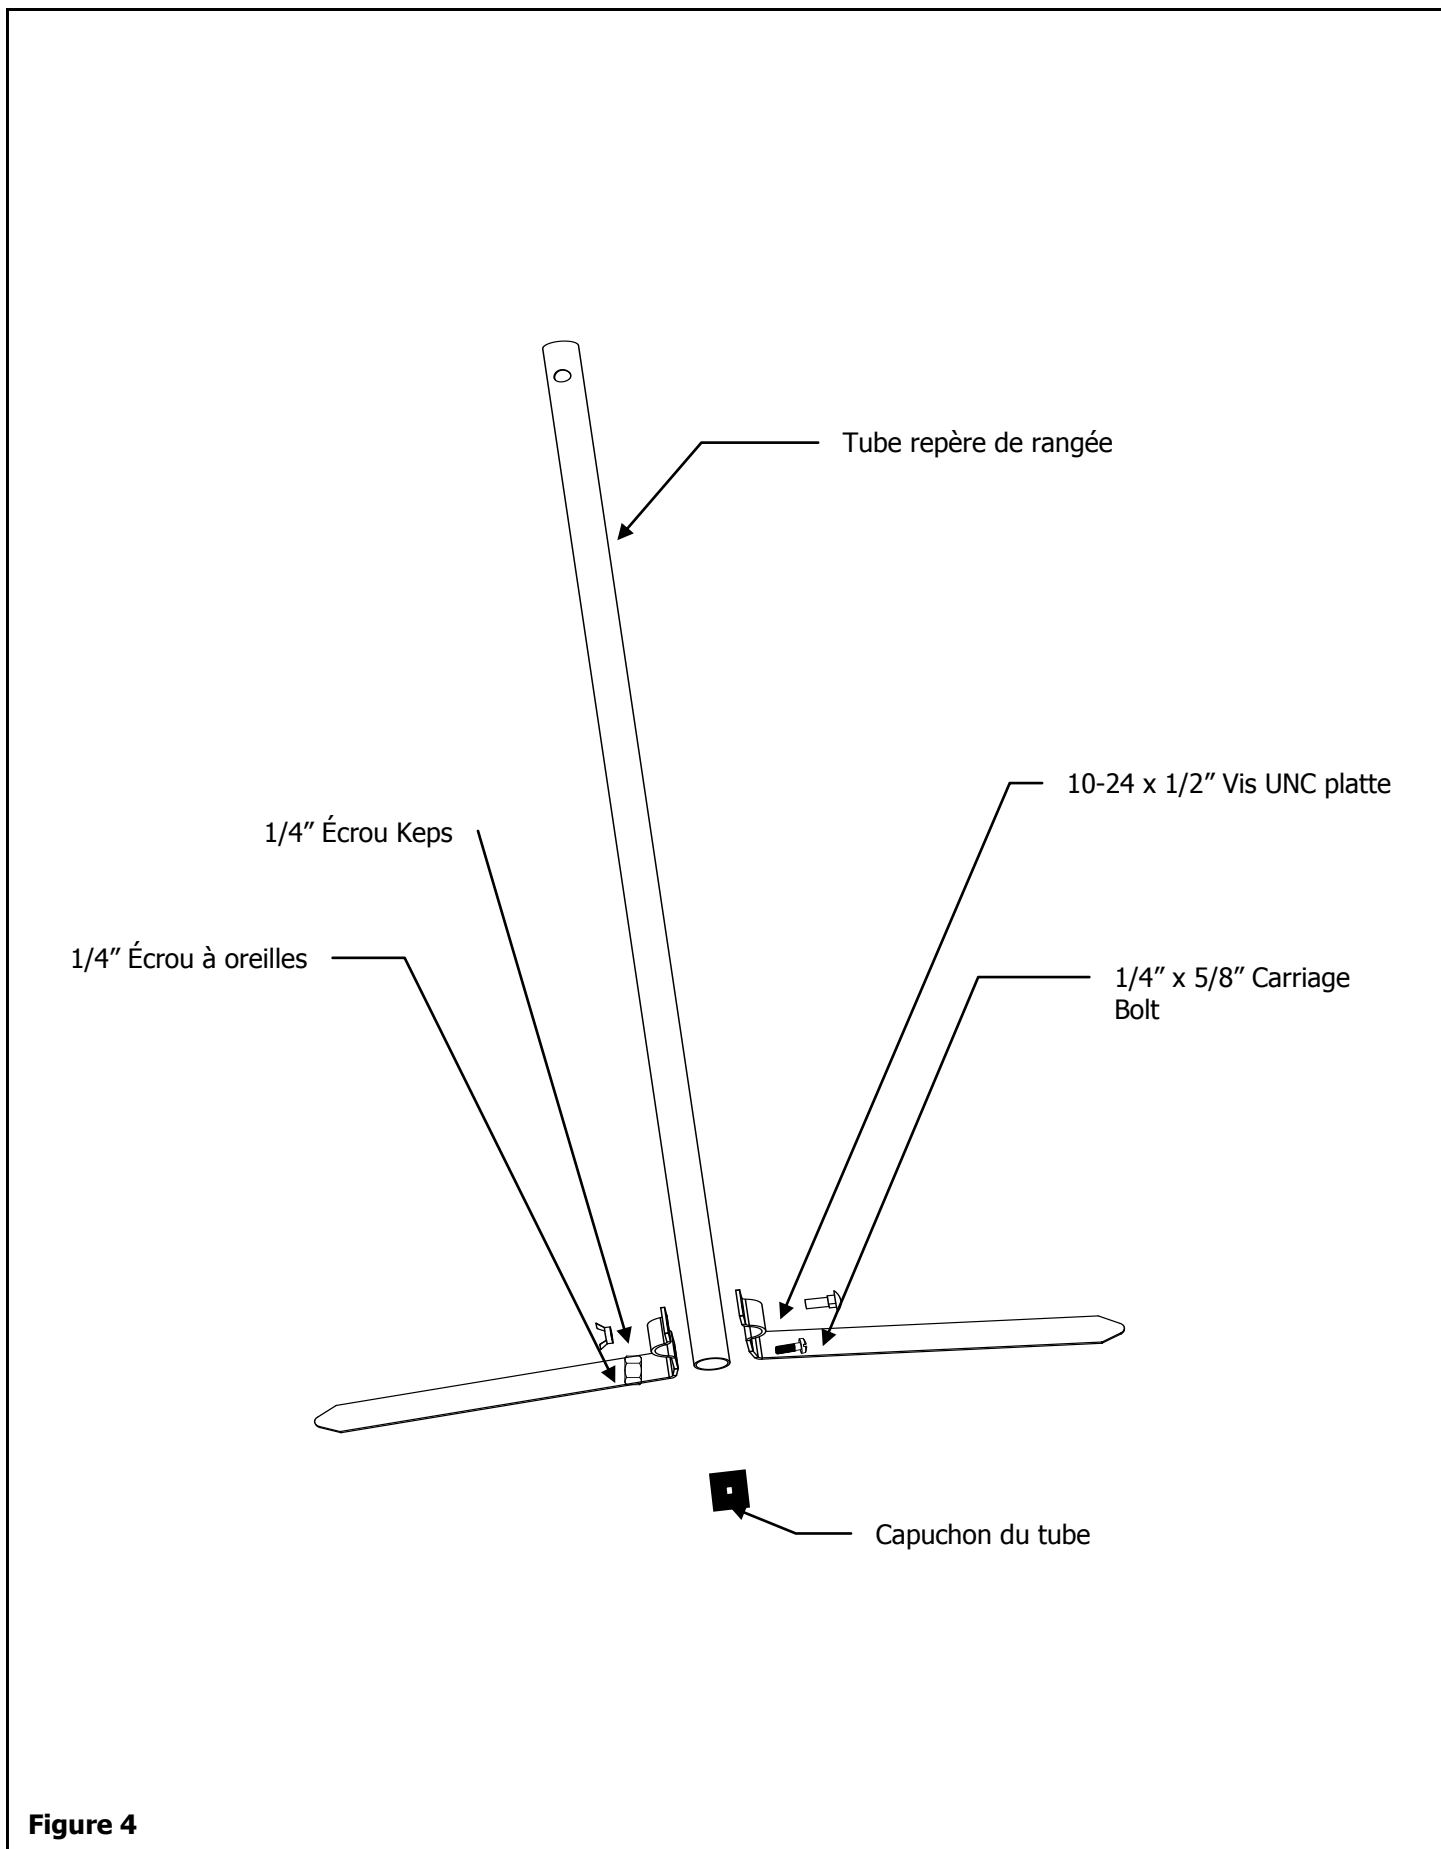

Figure 4
4. Fixez le repère de rangée au tube. Voir Figure 4.